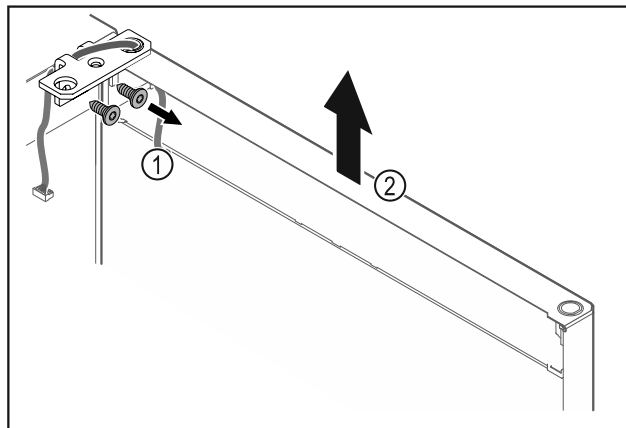

Fig. 28
- Odvrnite kutne šarke Fig. 28 (1).
- Dignite vrata s kutnim šarkama Fig. 28 (2) cca 200 mm ravno prema gore i skinite ih.